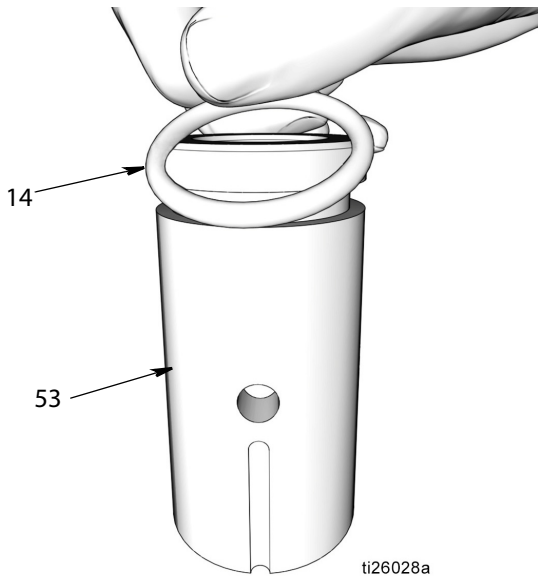

Рис. 40
- a. Используйте чистую салфетку для обтирания элемента соединительной муфты насоса (53) и удаления любой грязи или загрязняющих веществ. Осмотрите поверхность на отсутствие любых царапин или повреждения.
- b. Нанесите тонкий слой консистентной смазки на уплотнительное кольцо (14). Установите уплотнительное кольцо круглого сечения вокруг элемента соединительной муфты насоса (53) (Рис. 40).